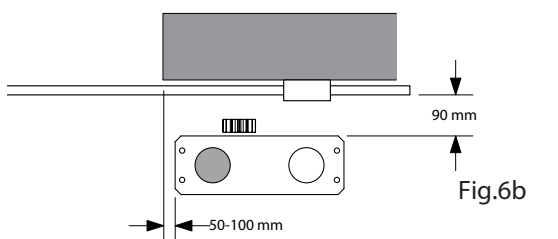

Fig.6b
- Fig.6b installatie motor aan de rechterzijde